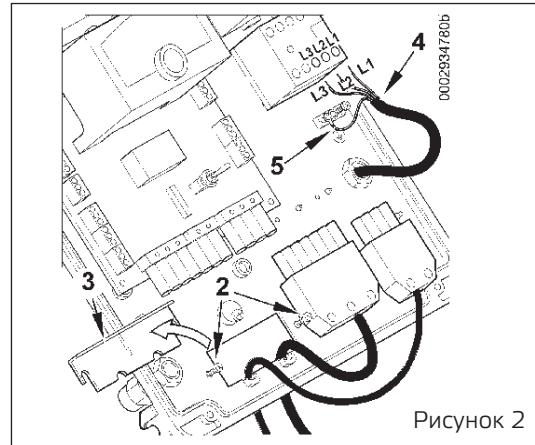
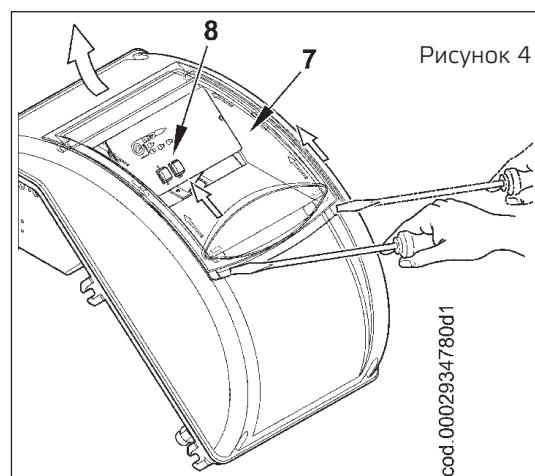

Рисунок 2
Рисунок 4
- Снимите крышку, отвернув четыре винта (1), как показано на рисунке 1, не убирая прозрачное окошко. Так будет получен доступ к электрическому щиту горелки.
- Ослабьте винты (2). После того как вы сняли кабельный зажим (3), пропустите через отверстие 7- и 4-штырьковые разъемы (рис. 2). Подсоедините токоподводящие провода (4) к дистанционному выключателю, закрепите заземляющий провод (5) и затяните соответствующий кабельный зажим.
- Установите зажимную пластинку, как показано на рисунке 3. Поверните эксцентрик (6) так, чтобы пластинаенным образом надавила на два провода. После этого затяните крепежные винты пластинки. Наконец, соедините два разъёма, 7- и 4-штырьковый.
- 4) Чтобы снова закрыть крышку электрической панели, ввинтить 4 винта (1) оказывая момент зажима, составляющий примерно 5 Нм, чтобы обеспечивать правильную герметичность. Для получения доступа к приборному щитку (8) отцепите прозрачное окошко (7) легким нажатием инструмента (например, отвертки) в направлении стрелок (на рис. 4). Пусть окошко слегка продвинется, после чего снимите его с крышки.
- 5) Для правильного расположения прозрачного окошка на щите следовать рисунку 5. Поместить крюки в соответствующие гнёзда (9) и продвинуть окошко в направлении, указанном стрелкой, до тех пор, пока не раздастся лёгкий щелчок. Теперьовое уплотнение гарантировано.